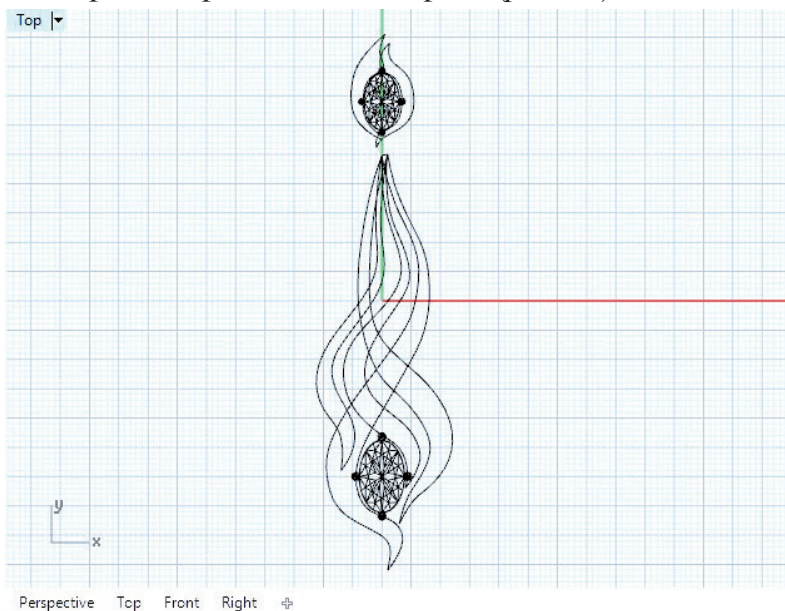

Рис. 86. Создание верхней части серьги
4. Затем строим верхнюю часть серьги (рис. 86).